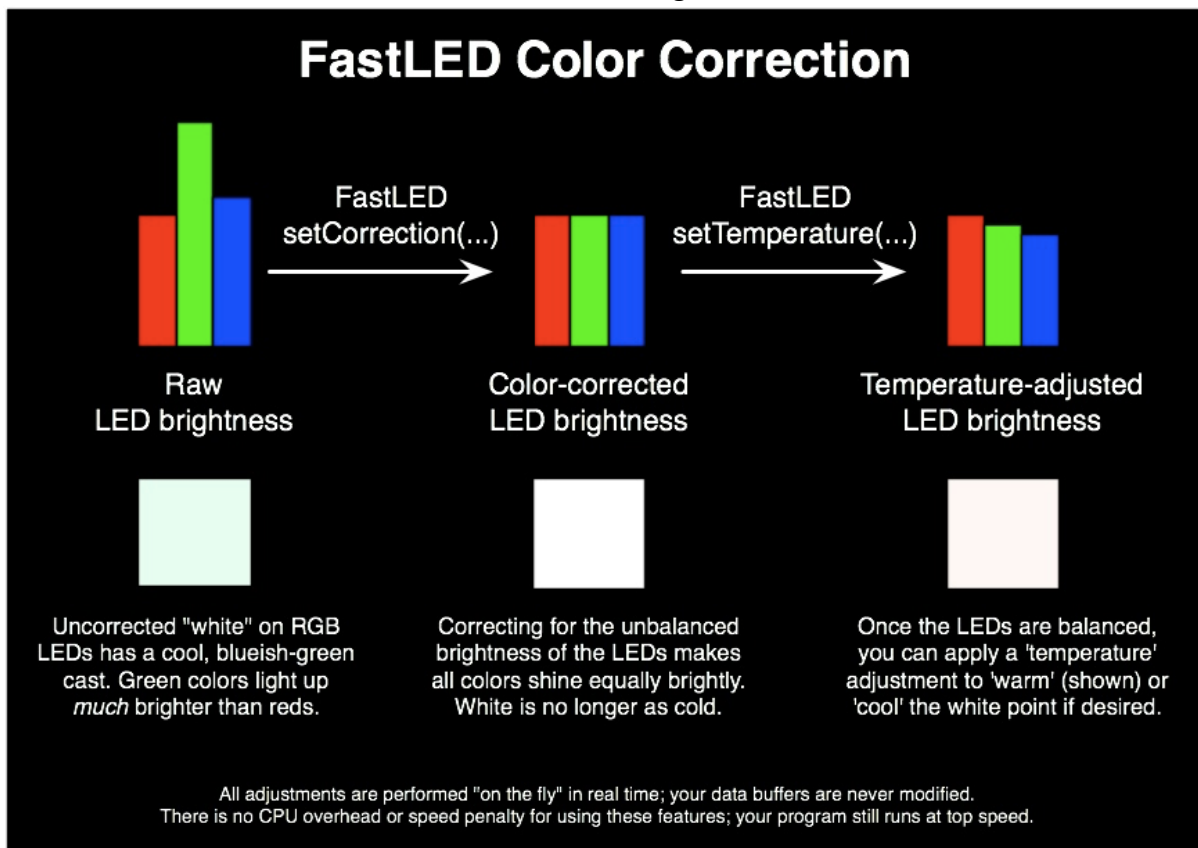

Abbildung 1: Farbkorrektur und Farbtemperatur, FastLED Wiki
6. Abbildung 1: <https://github.com/FastLED/FastLED/wiki/FastLED-Color-Correction>